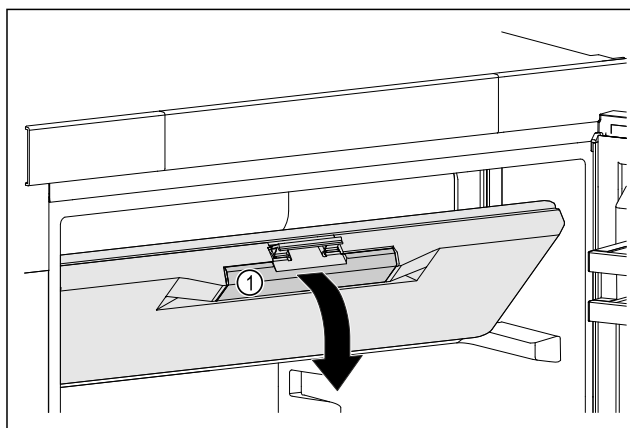

Fig. 48
- Kapni derën e ndarjes së ngrirjes te doreza e futur Fig. 48 (1).